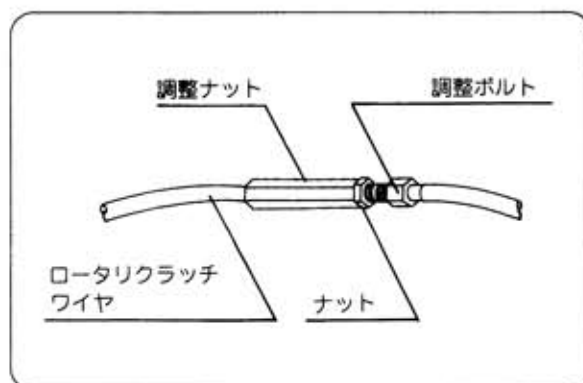

図7
- ① クラッチレバーを本機（ティラー）のハンドル左側に取付けます。
- ② クラッチワイヤをクラッチレバーに取付けます。
- ③ クラッチレバーを「切」位置にします。
- ④ ロータリのクラッチが切れるようにクラッチワイヤの調整ボルトを調整します。
- クラッチが切れることを確認してください。（図7）